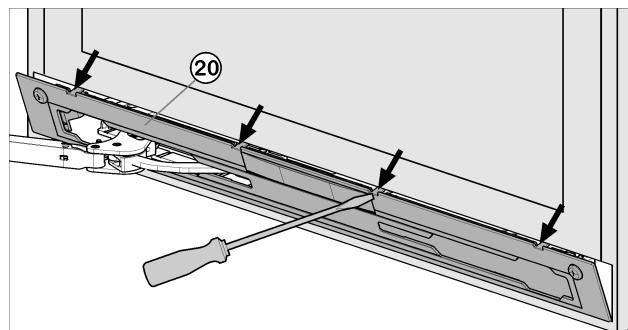

Fig. 9
- Desencaje el panel Fig. 9 (20) con el destornillador para tornillos de cabeza ranurada y retírelo.